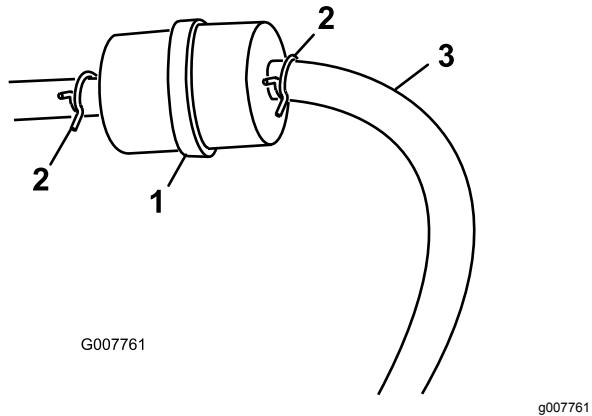

Bild 26
3. Drücken Sie die Enden der Schlauchklemmen zusammen und schieben Sie sie vom Filter weg (Bild 26).
5. Setzen Sie einen neuen Filter ein und schieben Sie die Schlauchklemmen an den Filter heran (Bild 26).
3. Lockern Sie die Schlauchklemme am Kraftstofffilter und schieben Sie sie an der Kraftstoffleitung weg vom Kraftstofffilter (Bild 26).
4. Schließen Sie die Kraftstoffleitung vom Kraftstofffilter ab (Bild 26).
- Hinweis:** Lassen Sie den Kraftstoff in einen Kraftstoffkanister oder eine Auffangwanne ablaufen (Bild 26).
5. Bringen Sie die Kraftstoffleitung am -filter an. Schieben Sie die Schlauchklemme ganz an den Kraftstofffilter heran, um die Kraftstoffleitung zu befestigen (Bild 26).